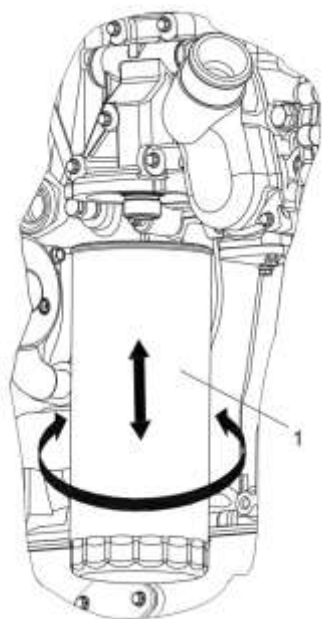

Рис. 39. Снятие и установка сменного фильтра для масла:
2. Отвернуть сменный фильтр для масла 1 (рис. 39) от корпуса сервисного модуля.